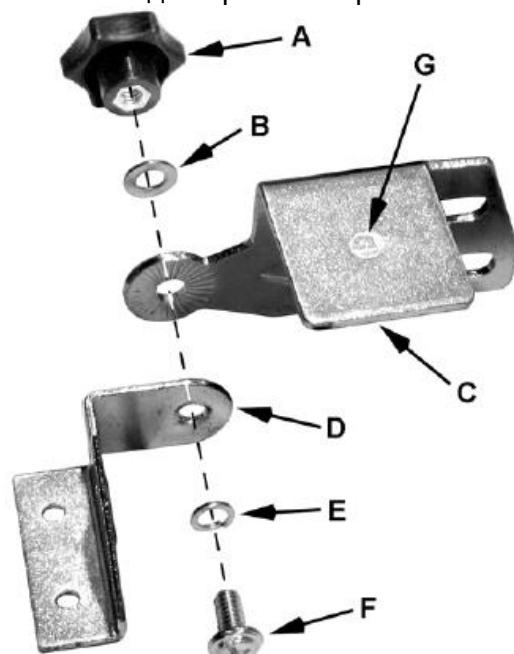

Рис.1
- 2 Скоба (D) (см. примечание)
- 2 Ручка замка (A)
- 2 Искрогаситель (C) (см. примечание)
- 2 1/4"x1/2" Винт (F)
- 2 1/4" Шайба (B)
- 2 1/4" Шайба-гровер (E)
**Примечание:** Скоба (D) и искрогаситель (C) имеют маркировку «L» (G, Рис. 1) для левой стороны и «R» для правой стороны.
- 1 Соберите левый искрогаситель и скобу экрана согласно Рис.1 они имеют маркировку «L»
- 2 Подручник левый (J), правый (не показан)
- 4 5/16"x3/4" Винт (C)
- 4 5/16" Шайба (D)
**Примечание:** Подручники бывают, левый и правый см. рис. 1 чтобы гарантировать правильность их установки.
1. Установите левый суппорт (J), при помощи двух винтов 5/16" x 3/4" (C) и двух плоских шайб 5/16" в кожух круга (M).